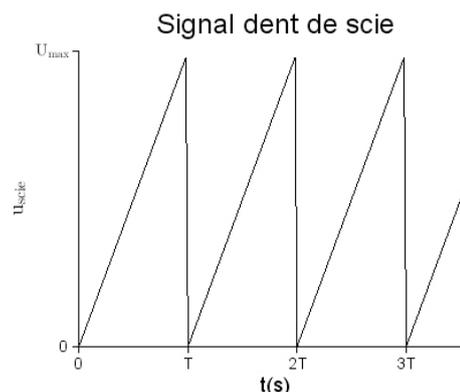

Figure A.3
- une tension « dent de scie » $u_{scie}(t)$ de période T dont l'allure temporelle est représentée Figure A.3.
La tension $u_{scie}(t)$ est une tension dite « dent de scie » (cf. Figure A.3). On note T la période de cette tension et U_{max} la tension maximale atteinte par $u_{scie}(t)$.